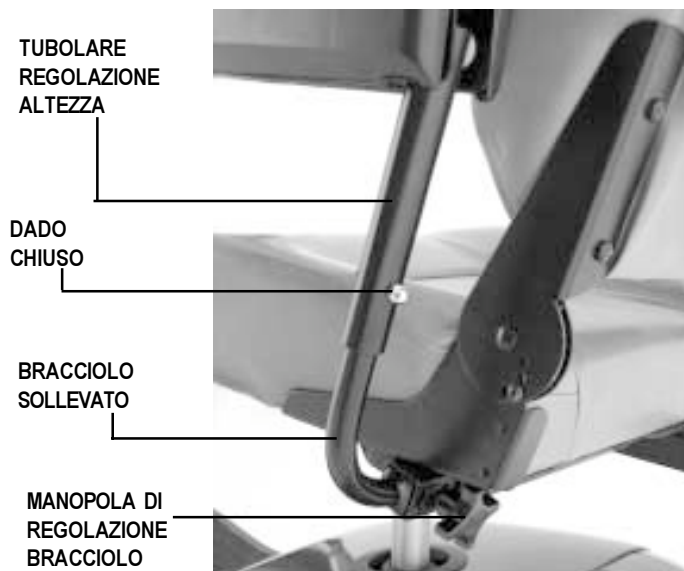

Figura 17. Regolazione altezza bracciolo
1. Allentare le manopole di regolazione braccioli sul retro del telaio del sedile. Si veda figura 17.
L'altezza dei braccioli può essere regolata per assumere una posizione comoda per l'utente. Si veda figura 17.
1. Allentare la vite di regolazione posta a lato del tubolare di regolazione altezza con la chiave esagonale da 3 mm. Si veda figura 17.